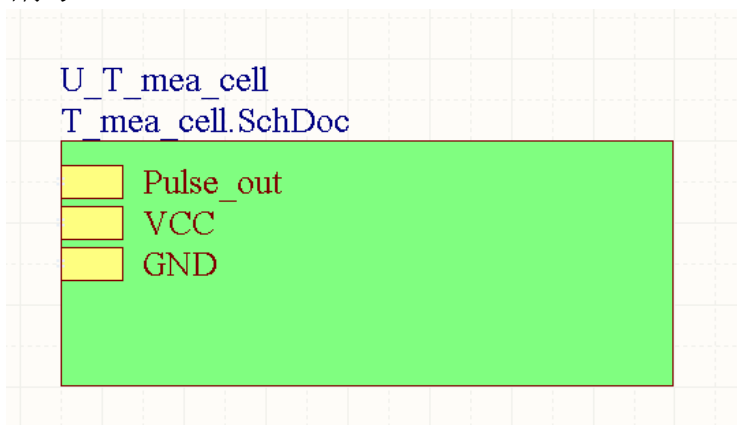

图 4.27 添加的子图符号
(7) 在“Choose Document to Place”对话框中选择“T_meat_cell.SchDoc”文件名，单击“OK”按钮，在弹出的“Confirm”消息框中单击“No”按钮，在原理图文档中添加如图 4.27 所示的子图符号。